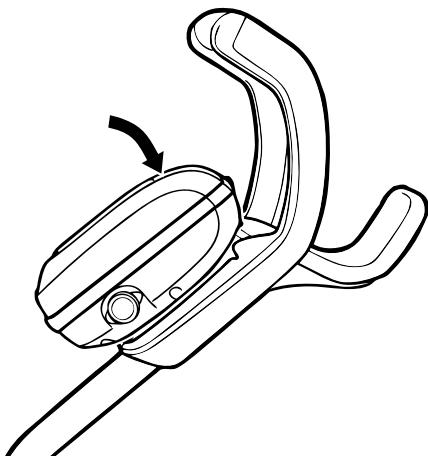

Figure 11. Fixer le module de commande au châssis
2. Exercer une pression sur le module de commande jusqu'à ce qu'il s'encliquète et se verrouille en position sur l'attache du chariot (Figure 11).